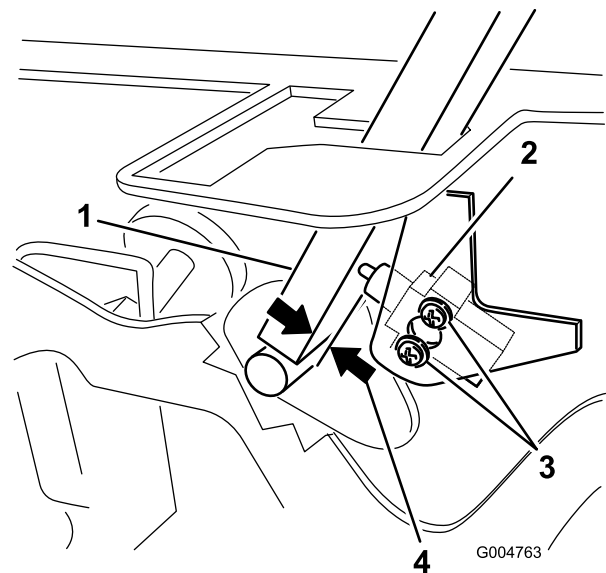

Рисунок 48
3. Ослабьте 2 винта крепления блокировочного выключателя (Рисунок 48).
4. Удерживая рычаг управления прижатым к раме, переместите выключатель в направлении рычага так, чтобы расстояние между рычагом и корпусом выключателя составляло 0,4–1 мм, как показано на Рисунок 48.